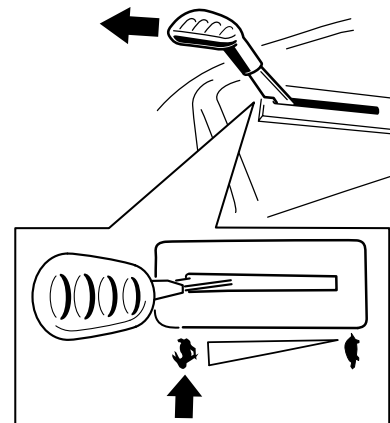

図 18
**注** ブレードを駆動する場合には、必ずスロットルを高速にセットしてください 図 18。